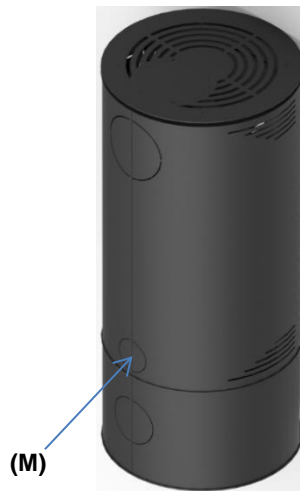

Figure 4 - Vue arrière de l'équipement, (M) section à supprimer pour l'entrée d'air extérieur
S'il se trouve à l'arrière de l'appareil dans la partie inférieure des capots latéraux, comme indiqué sur la Figure 4, vous devez casser les micro-connexions des capots latéraux (M).